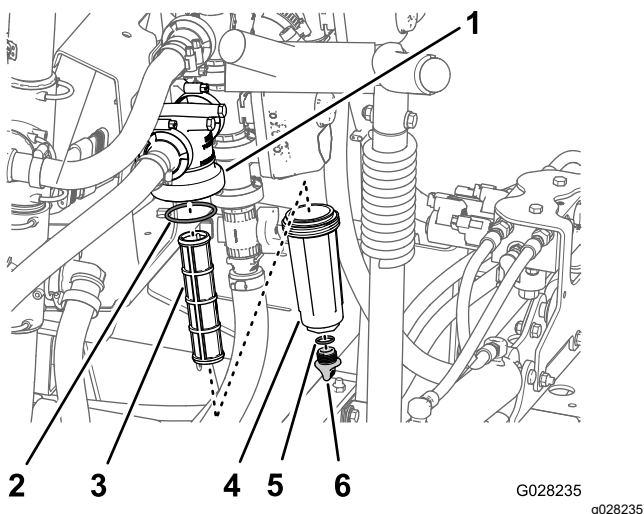

Figure 56
2. Placez un bac de vidange sous le filtre de pression (Figure 56).
3. Tournez le bouchon de vidange dans le sens antihoraire et déposez-le de la cuvette du filtre de pression (Figure 56).
4. Tournez la cuvette dans le sens antihoraire et déposez la tête du filtre (Figure 56).
5. Retirez l'élément du filtre de pression (Figure 56).
7. Contrôlez l'état et l'usure du joint du bouchon de vidange (à l'intérieur de la cuvette) et du joint de la cuvette (à l'intérieur de la tête du filtre) (Figure 56).
8. Placez l'élément dans la tête du filtre de pression (Figure 56).
9. Vissez la cuvette sur la tête du filtre à la main (Figure 56).
10. Vissez le bouchon de vidange sur le raccord au fond de la cuvette et serrez-le à la main (Figure 56).